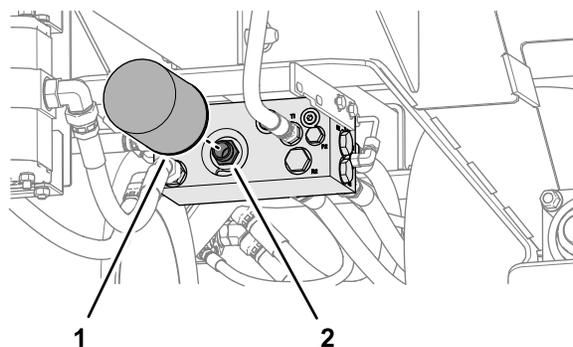

图36
2. 清洁加油颈和液压歧管周围的区域在加油颈下面放置一个放油盘然后取出加油颈 图36。
4. 清洁液压歧管的过滤器安装区 图36。